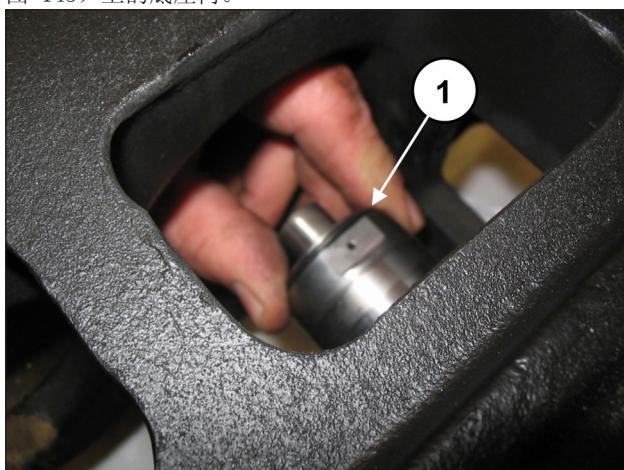
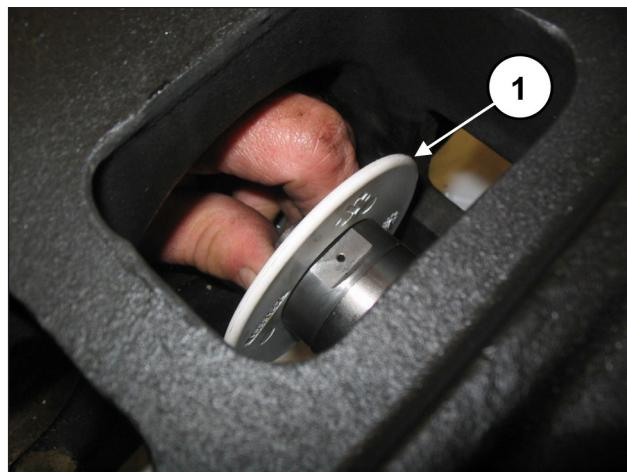

图 144
图 145
将防溅环与O形圈一起放在活塞导承 (位置①, 图 144 和图 145) 上的底座内。